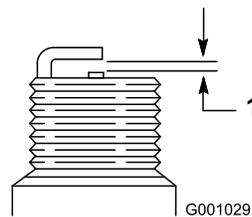

Figure 59
7. Réglez l'écartement des électrodes de la nouvelle bougie à 0,76 mm (0,030") (Figure 59).